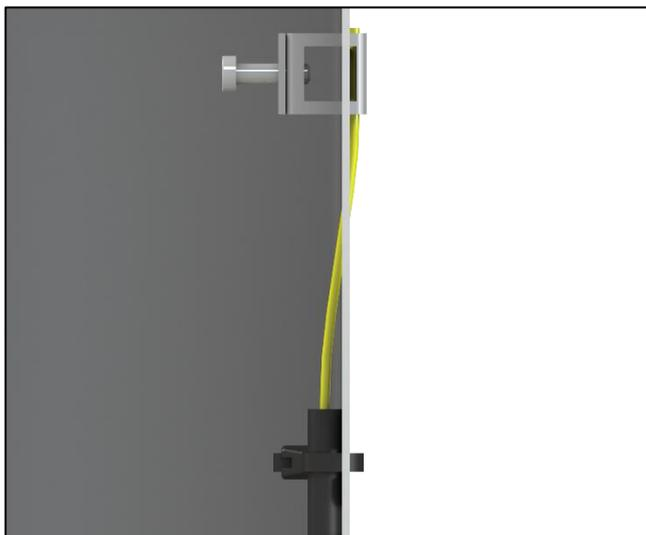

Abb. 27
**Beachten:** siehe hierzu Abb. 27.